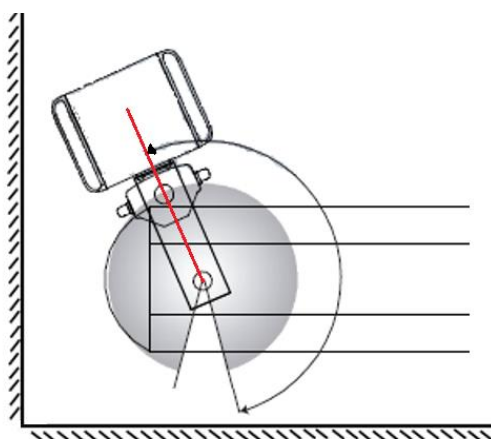

Fig.21 Fixation de la butée gauche d'une colonne avec bras d'extension.
- Si nécessaire, réglez la rotation à gauche. Pour ce faire, suivez les étapes indiquées dans ce point, en tenant compte du fait que pour régler la butée gauche, vous devez amener la colonne à la position maximale souhaitée pour la rotation à gauche, puis insérer la vis à six pans creux ② précédemment enlevée, comme indiqué dans la figure 21.